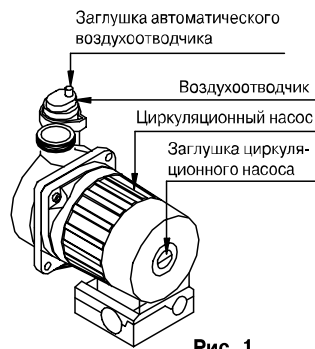
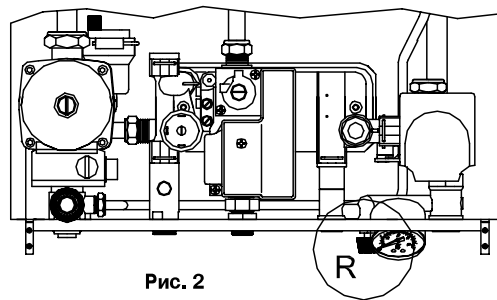

Рис. 1
Рис. 2
- Установите выключатель питания 1 (рис. 1) в положение ВКЛ (нажатое) ;
- В случае, если розжига не произошло: и на дисплее (14) мигает код «04», дозаправьте систему водой. Если на дисплее (14) мигает код «01», **необходимо подождать 3 мин.**, а затем отключить котел, переведя кнопку (1) в отжатое (ОТКЛ.), а затем вновь в нажатое (ВКЛ.) положение. Данную процедуру может потребоваться провести несколько раз, пока из воздух из горелки не будет удален полностью
- Переведите кнопку (1) в положение ОТКЛ. (отжатое) , подсоедините манометр к точке отбора давления 4 (рис.2, стр. 15). Включите котел и проверьте соответствие фактического и указанного на заводской табличке котла минимального и максимального давления газа. Чтобы проверить максимальное давление газа, поверните вправо до упора ручку регулирования температуры в контуре ГВС. Чтобы проверить минимальное давление газа, поверните эту ручку до упора влево и перейдите в ЗИМНИЙ режим работы. В течение 10 с манометр будет показывать минимальное давление газа. Если значение давления отличается от указанного на заводской табличке, отрегулируйте его.
Откройте сливной кран **RS** (рис. 2) и слейте воду в канализацию или подставленную емкость.